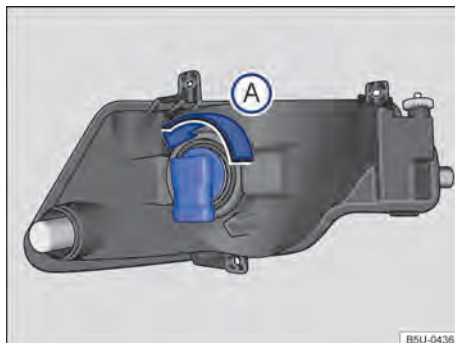

Fig. 177 Detrás del paragolpes delantero: acceso a la lámpara incandescente del faro de neblina. ▶
- 3 Girar el portalámparas → fig. 177, en el sentido antihorario de la flecha y desenchajarlo del alojamiento.